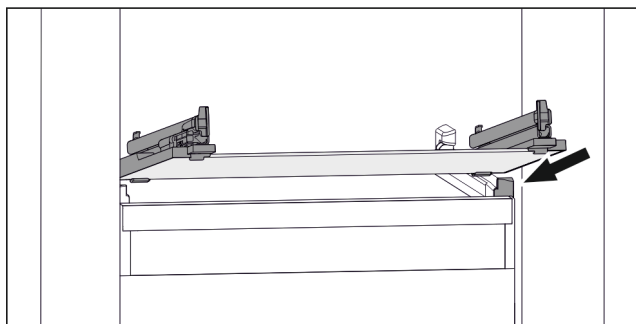

Fig. 110 Przykładowa prezentacja płyty szklanej
- ▶ Założyć płytę szklaną pod skosem za stoperami. (patrz Fig. 110)